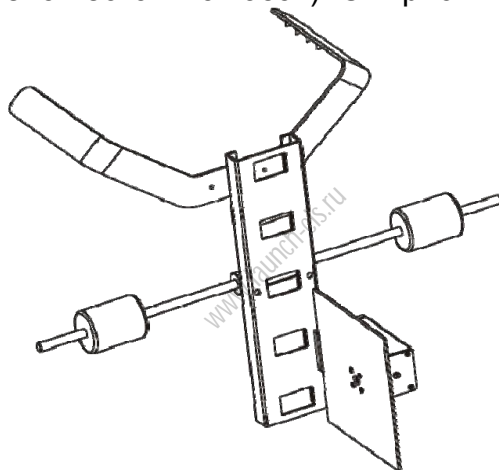

Рис. 4-12
3. Установите лазерный модуль (3) в соответствующие отверстие кронштейна колесного зажима (для регулировки высоты расположения модуля в кронштейне предусмотрено несколько пазов). См. рис. 4-12.